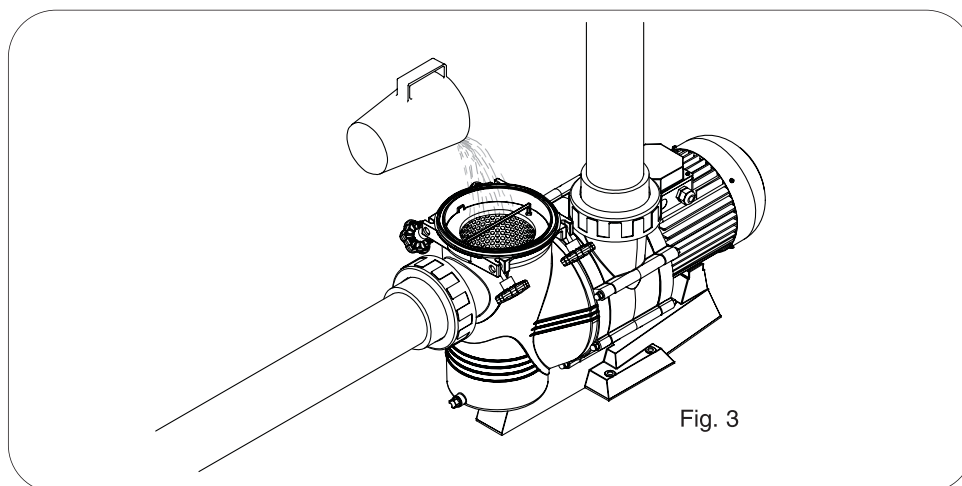

Fig. 3
- Affinché la pompa funzioni correttamente si deve innescare il pre-filtro della pompa fino a che l'acqua non affiora dal condotto di aspirazione (Fig. 3).
- Le pompe non possono mai funzionare senza essere state prima riempite di acqua, altrimenti si può danneggiare la guarnizione meccanica con una conseguente perdita di acqua (Fig. 3).